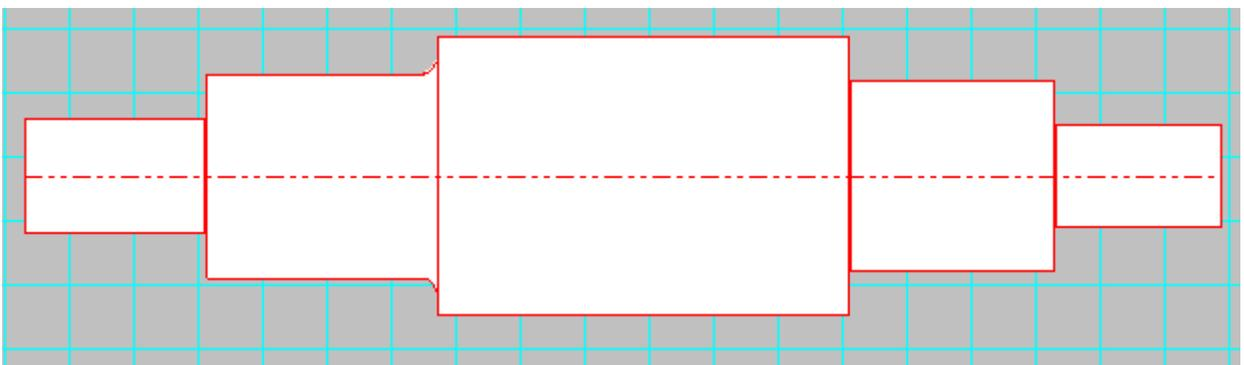

Рисунок 2.13 Результат удаления галтели
**Задание 6.** Удалите галтель между третьей и четвертой секциями вала (рисунок 2.13)